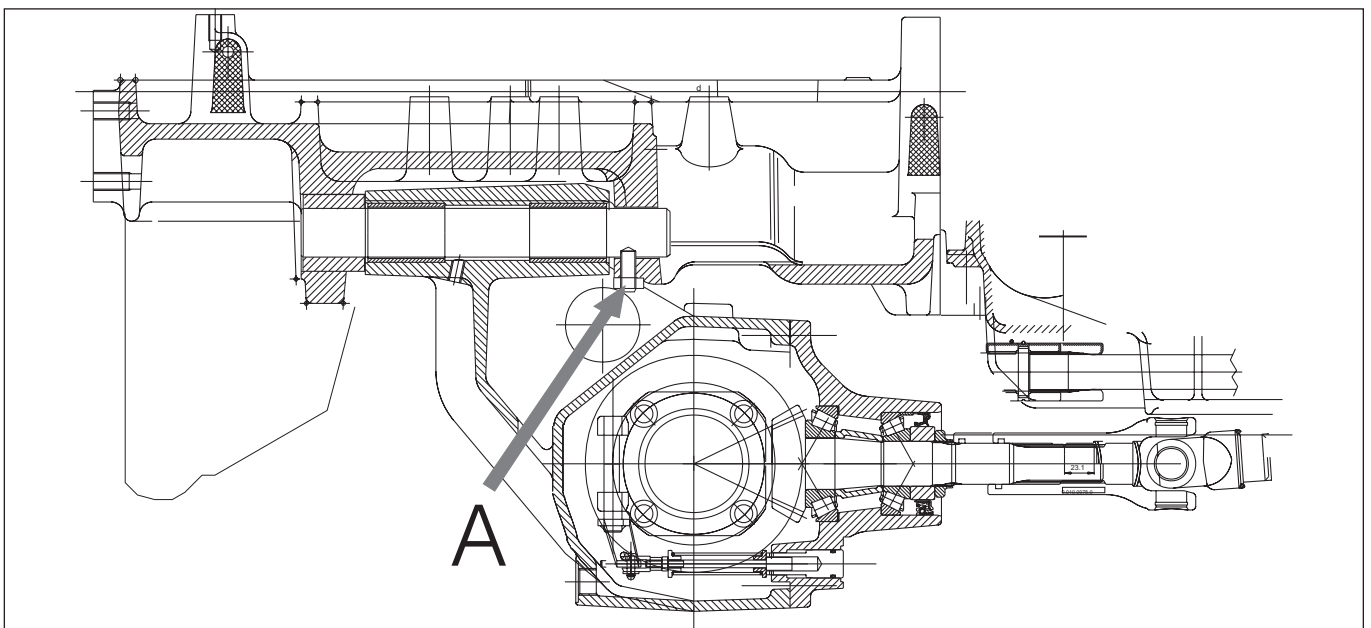

Fig. 5 – Axe d'articulation du pont avant pour les tracteurs équipés d'une P.d.F. avant.
N.B. : Dans le cas de tracteurs équipés d'une P.d.F. avant, le pivot du pont au support avant est maintenu en place par une vis A Fig. 5. Pour le démontage, il faut déposer la vis et dégager le pivot par l'arrière du support (côté moteur).